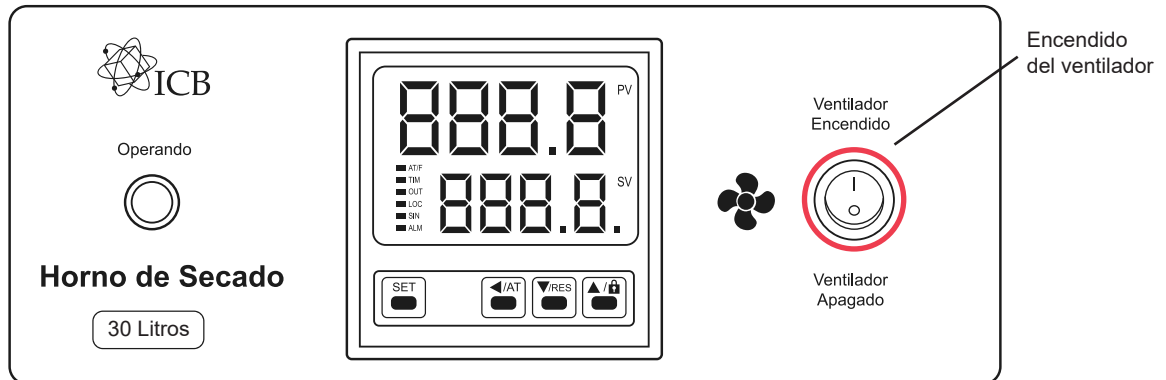

Figura 5. Encendido del horno
**2. Encender ventilador.** Encender el ventilador en la parte frontal del equipo (Figura 5).